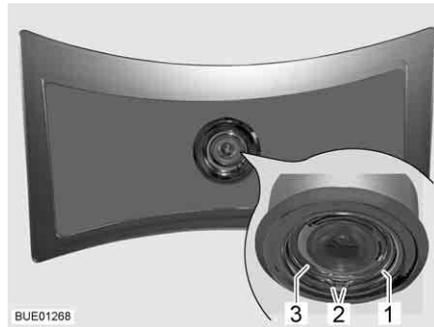

Fig. 210 Lámpara de techo
- Comprimir el pestillo con muelle (Fig. 210,1) por ambos extremos (Fig. 210,2) y retirarlo.
- Sacar la carcasa (Fig. 210,3) con LED de la lámpara.